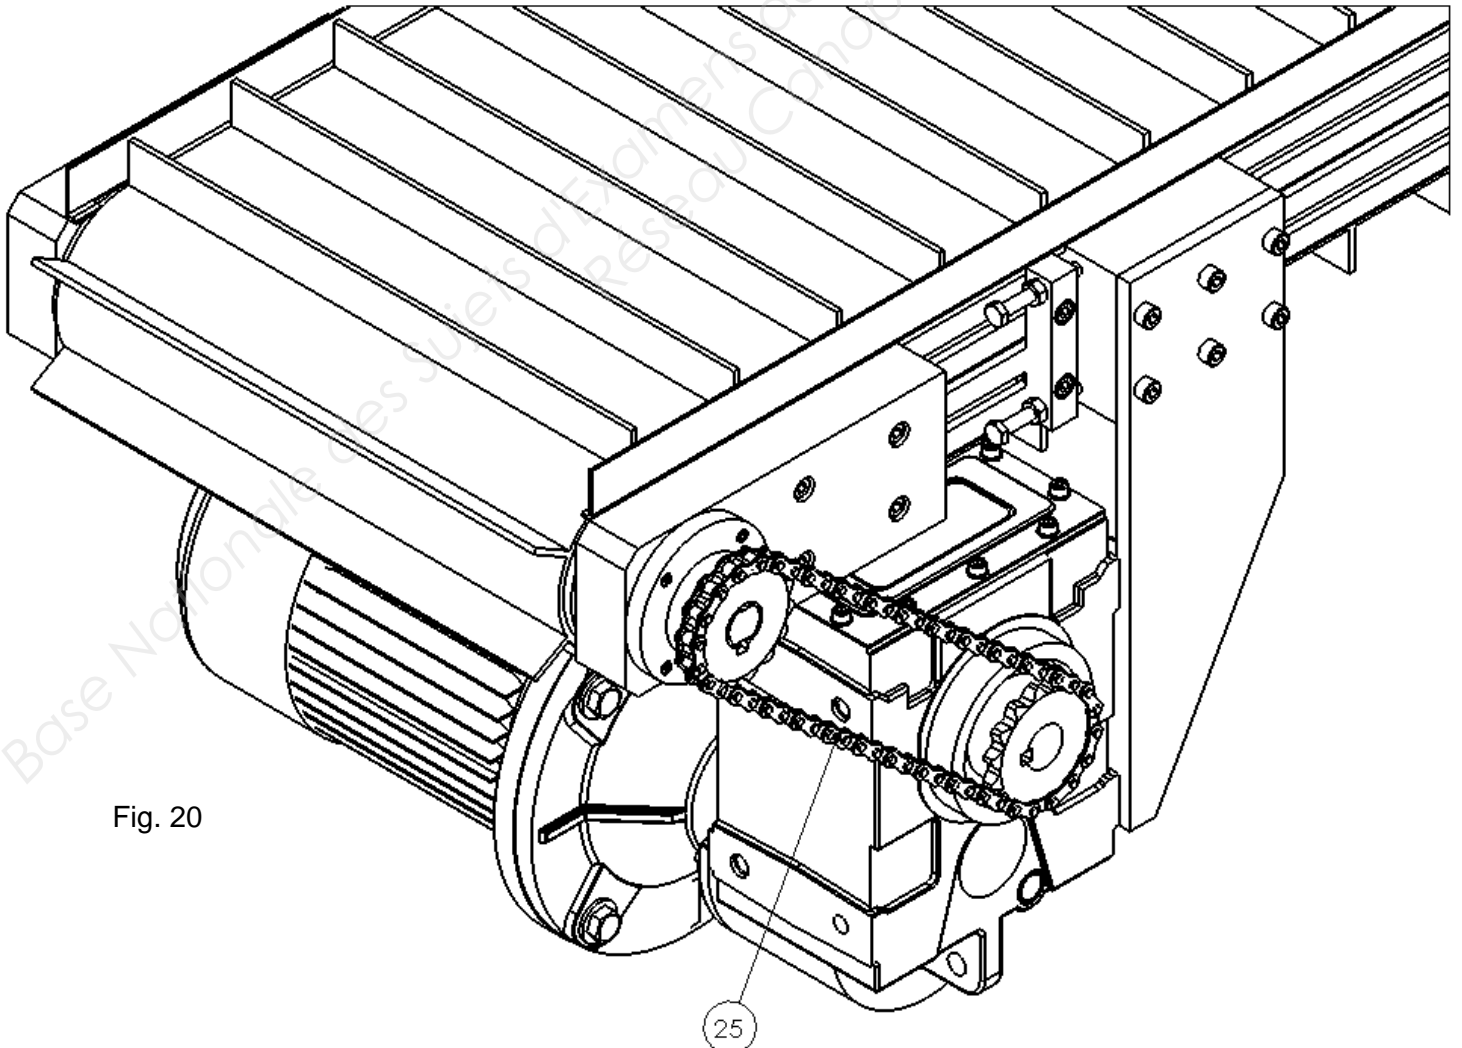

Fig. 20
- Sur le dessin ci-dessous (fig. 20), colorier les pièces et inscrire les repères des pièces sur lesquelles il faudra intervenir pour tendre la chaîne (25).